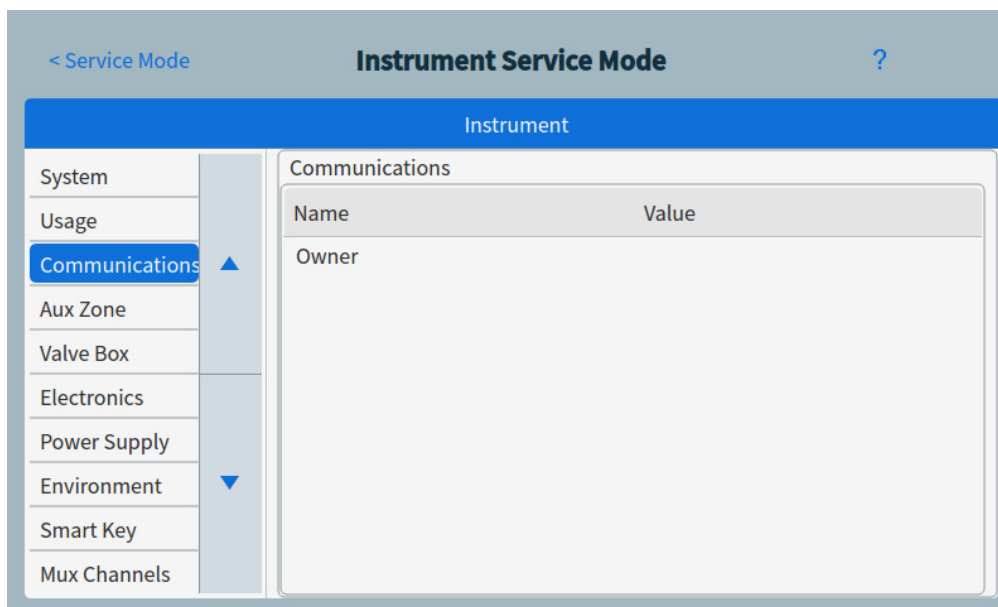

Figure 40. Page Mode service instrument
- 1 Sélectionnez le type de composant souhaité. La page Mode service pour le composant sélectionné apparaît. Voir **Figure 40**.